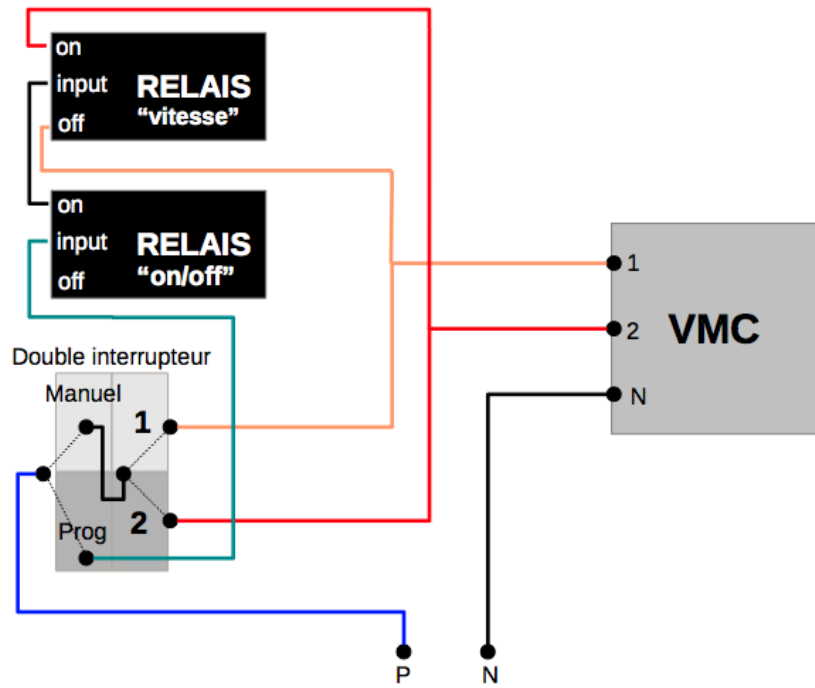

Fig. 2 : RPi2, interrupteur manuel/programme et relais
- Les deux relais de commande de la VMC. Le relais 1 sert à allumer la VMC, le relais 2 sert à commuter entre vitesse 1 et vitesse 2. Cette commande n'est active que si l'interrupteur de choix entre mode manuel et mode programmé est actif (voir la figure 2).